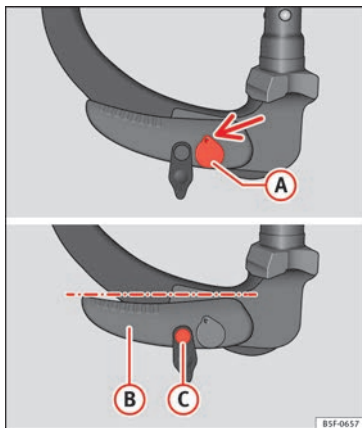

Fig. 222 Posição de reserva: posição da alavanca e do perno de desbloqueio
- A chave (A) » Fig. 222 encontra-se na posição desbloqueada (a parte furada da chave apresenta-se virada para cima).
- A alavanca (B) » Fig. 222 encontra-se na posição inferior.
- Pode mover-se o perno de desbloqueio (C) » Fig. 222.